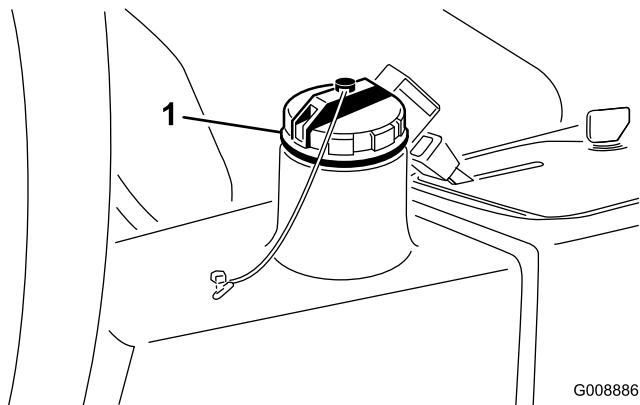

図 64
3. 油圧オイルタンク（図 64）に約 13.2 リットルのオイルを入れる；「油圧系統を点検する」を参照。